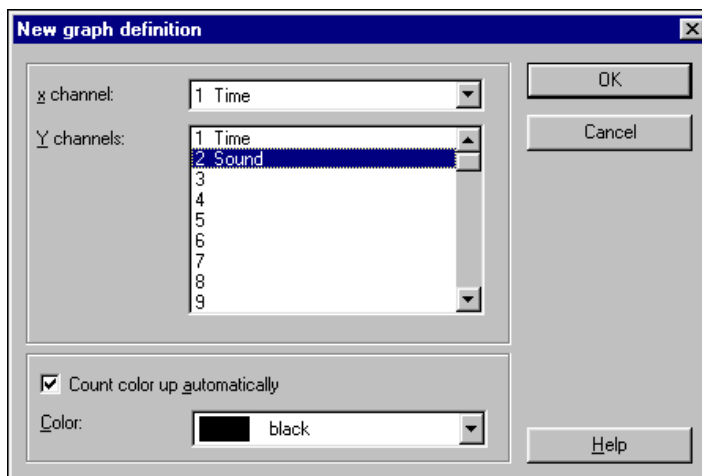

図 4-2 新規グラフ定義ダイアログボックス
6. **New graph definition** ダイアログボックス上で、x として **Time** を選択し、y には **Sound** を選択して、ダイアログの下方にある Color で **black** を選択します (図 4-2 を参照)。**Count color up automatically** ボックスがチェックされている場合、複数の Y チャンネルを選択すると、各チャンネルには自動的に新しい色が割り当てられます。